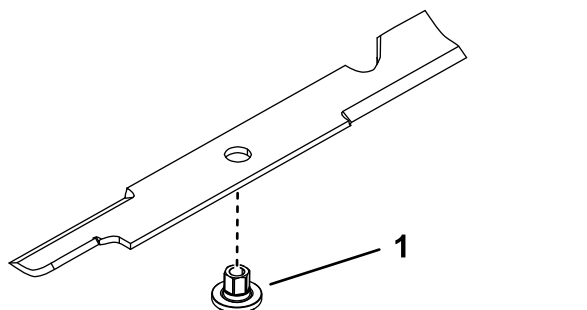

Figura 121
1. Instale el casquillo a través de la cuchilla con la brida del casquillo en el lado inferior (lado del césped) de la cuchilla (Figura 121).